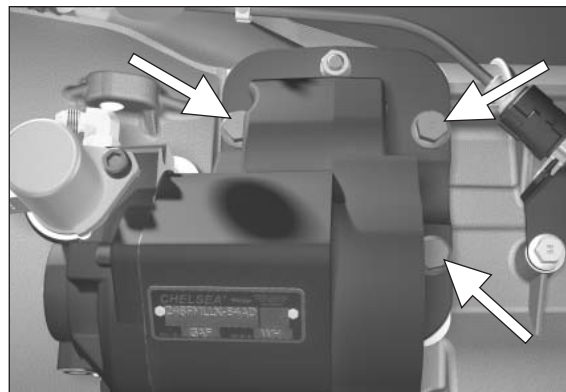

Figura 15
16. A continuación, instale los tres tornillos de cabeza hexagonal restantes en los orificios restantes. (**Figura 15**)